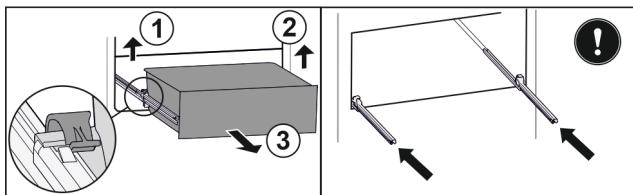

Fig. 143
- Linke Klemme anheben und gleichzeitig Schubfach links nach vorne ziehen. Fig. 143 (1)
- Rechte Klemme anheben und gleichzeitig Schubfach rechts nach vorne ziehen. Fig. 143 (2)
- Schubfach nach vorne entnehmen. Fig. 143 (3)